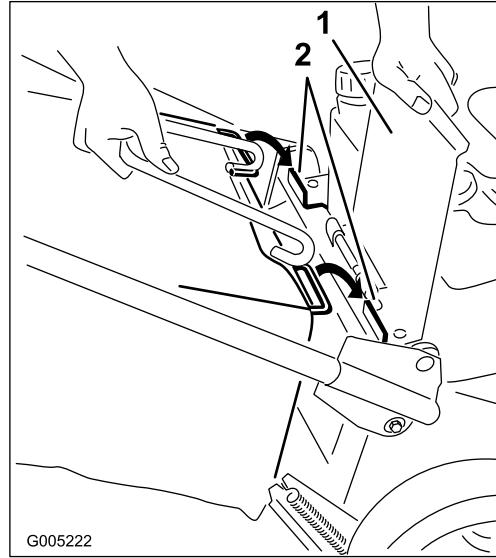

Figura 18
2. Levante y sujeté la puerta trasera (Figura 18).
| 3. Coloque el marco de la bolsa en las pestañas de soporte (Figura 18). | |